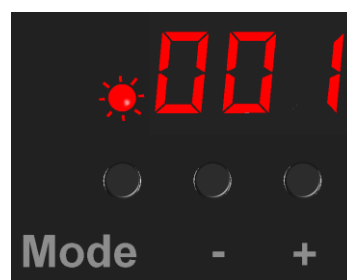

Рис.3
- В случае необходимости изменить установки, нажмите одновременно кнопки «Mode» и «+», при этом загорится светодиод над кнопкой «Mode» и вы заходите в режим установки стартового адреса DMX. Выход без сохранения параметров производится путем одновременного нажатия кнопок «Mode» и «-» (Рис.3).